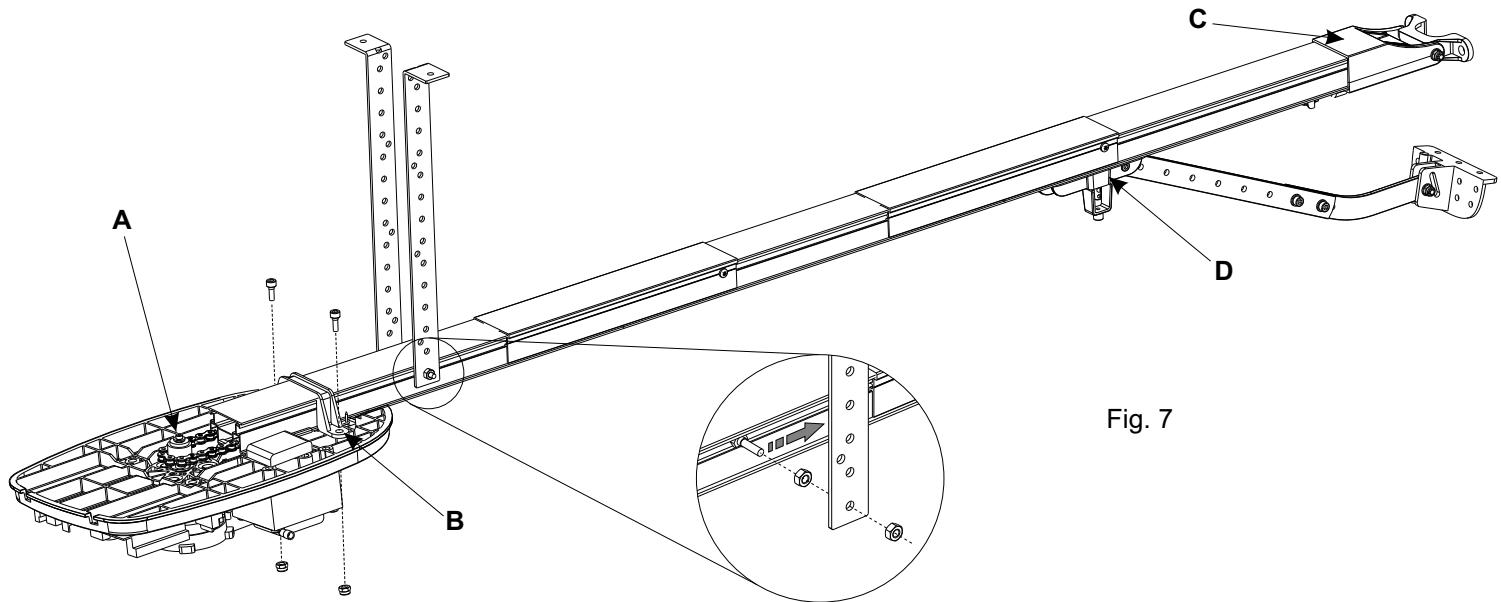

Fig. 7
NOTA: Dans Fig. 4 il y a une couple de vis insérée dans les fentes qui servira pour fixer le CORONA au plafond à l'aide des brides spéciales. (Voir Fig. 7).
- S'assurer que la chaîne est bien insérée sur le pignon du corps Corona S. (Fig. 7 - A)
- Porter à la battue la guide sur le corps Corona S et fixer la avec la bride spéciale. (Fig. 7 - B)
- Fixer sur l'autre extrémité de la guide le support de la jonction antérieure. (Fig. 7 - C)
**Important:** Il faut tenir toujours bien lubrifiée la chaîne et le support d'écoulement (Fig. 7 - D).